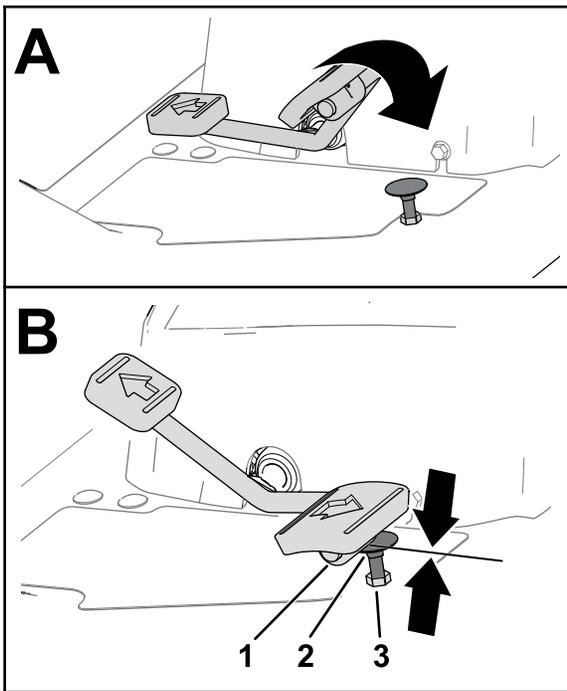
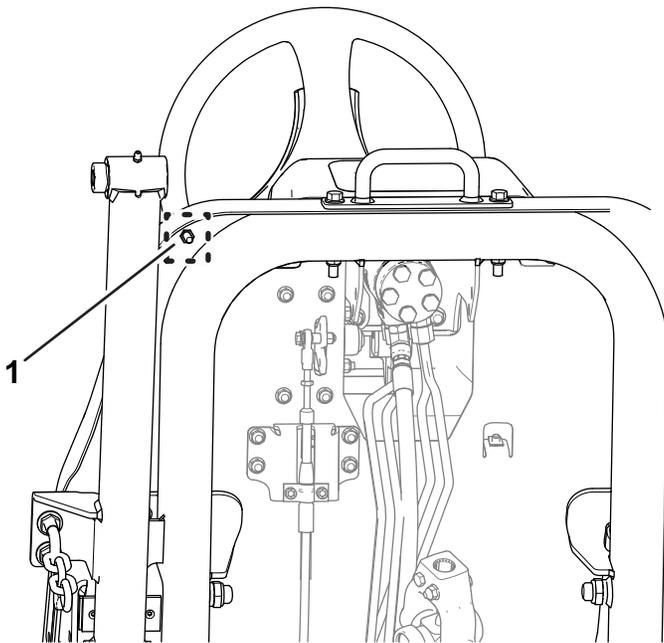

図 81
図 82
1. 走行ペダルを前進一杯に押し込む 図 81。
- A. レンチでペダルストップを押さえる 図 81。
- B. フットレストプレートの底部についているジャムナットをゆるめる 図 82。
- C. 走行ペダルを前進一杯にする 図 81。
- D. ペダルストップを押さえておいて、フットレストプレートの上側にあるジャムナット 図 81 を調整して走行ペダルをストップに接触させる。
- F. ペダルストップを押さえた状態でフットレストプレート底部のジャムナット 図 81 と 図 82 を $37-45 \text{ N}\cdot\text{m}$ $3.7-4.6 \text{ kg}\cdot\text{m}$ = $27-33 \text{ ft}\cdot\text{lb}$ にトルク締めする。